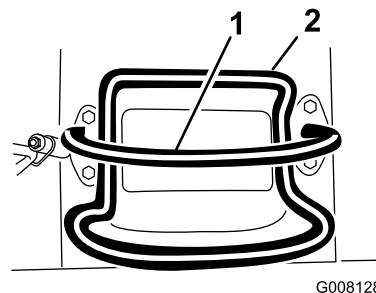
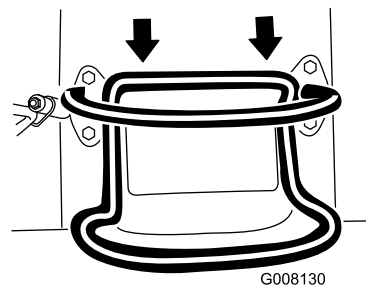

Рисунок 7
Рисунок 9
- Для того, чтобы начать движение назад, переместите ручку управления тягой назад (Рисунок 9). **Начиная движение задним ходом, посмотрите назад и убедитесь в отсутствии препятствий, при этом держите обе руки на контрольной штанге (Рисунок 7).**
- Для остановки машины отпустите регулятор тягового усилия (Рисунок 7).